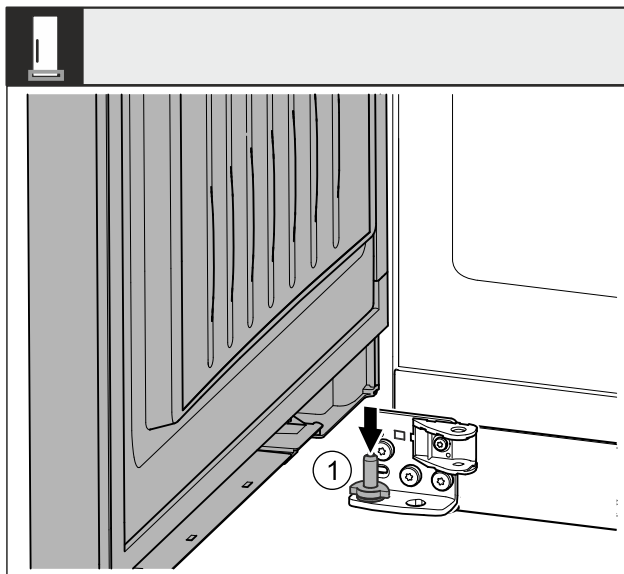

Fig. 42 *
- Aseta ovi yläkautta alhaalla olevien laakeripulttien Fig. 42 (1) päälle.*